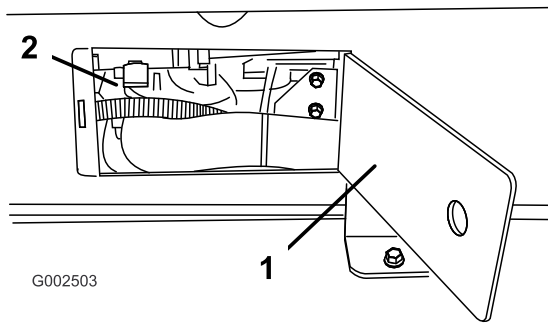

Figure 21
11. Utilisez les panneaux d'accès de chaque côté du patin pour vérifier qu'aucun flexible ou câble n'est coincé (Figure 21).